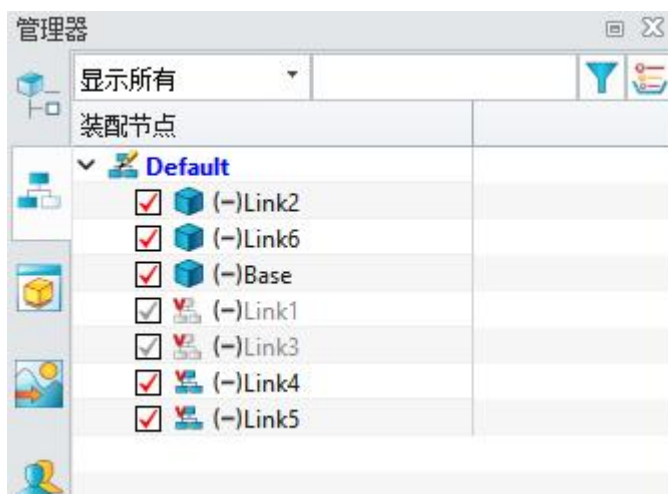

图 8-7: 取消选中
- 隐藏或取消选中“组件 Link1”和“组件 Link3”。（图 8-7）